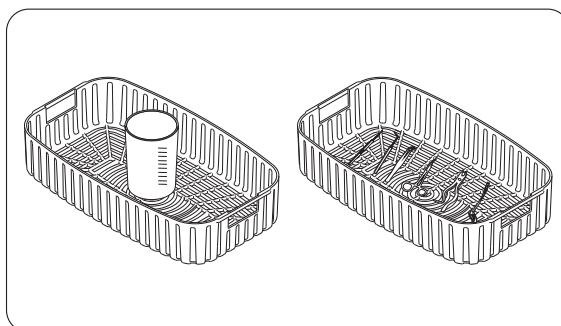

Fig. 12
- 5► Coloque os artigos no cesto ou béquer, consulte o tópico “Degaseificação / Uso do Béquer” (Pág. 7). Não coloque instrumentos/artigos dentro do cesto ao mesmo tempo que estiver usando o béquer. Os instrumentos devem estar totalmente imersos, mas não sobrepostos (Fig. 12).